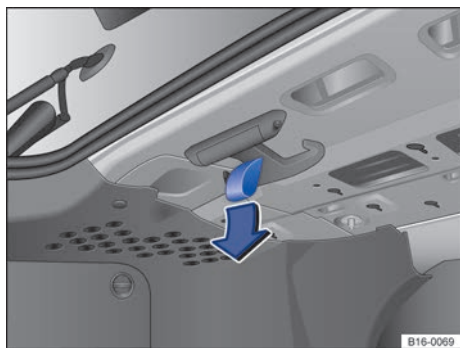

Fig. 178 En el maletero: gancho para bolsas.
- Tire del lazo del gancho → fig. 178 hacia abajo.